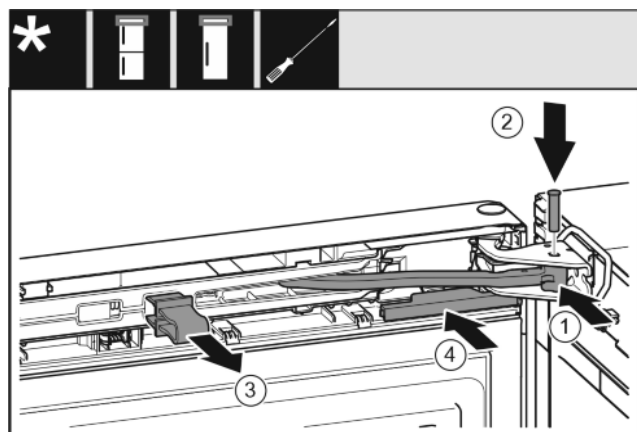

Fig. 39
- ▶ Rotiți articulația în suportul de lagăr. Fig. 39 (1)
- ▶ Introduceți bolțul în suportul de lagăr și articulație. Urmăriți ca respectiva camă de cuplare să fie așezată corect în canelură. Fig. 39 (2)
- ▶ Detașați siguranța. Fig. 39 (3)
- ▶ Împingeți apăraoarea. Fig. 39 (4)